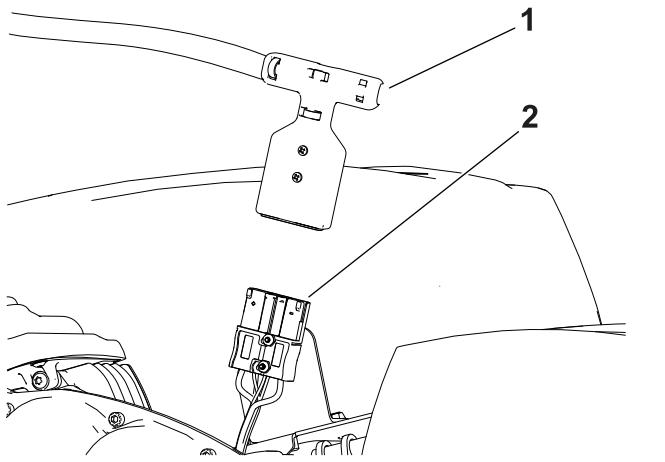

Figura 33
4. Desconecte el conector en T del arnés de cables principal en el conector del suministro eléctrico principal situado en la base de la batería (Figura 33).